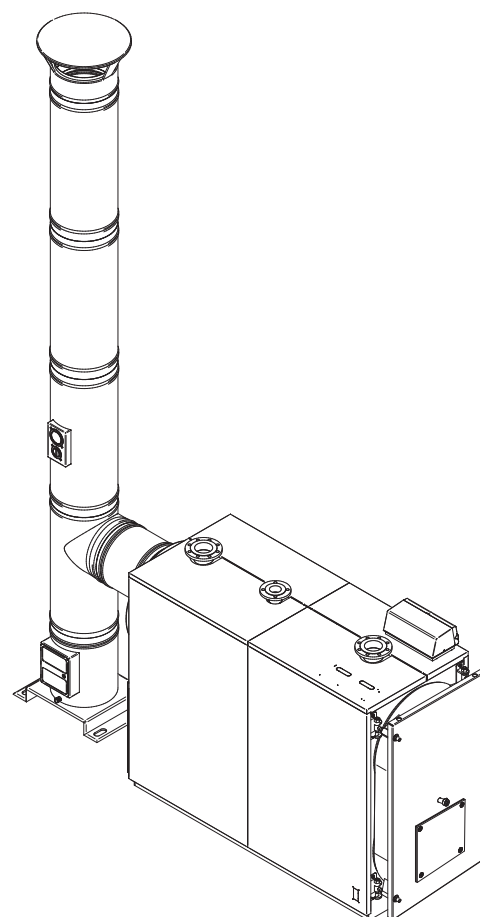

fig. 6
5.4 Evacuation des produits de la combustion (Fig. 6)